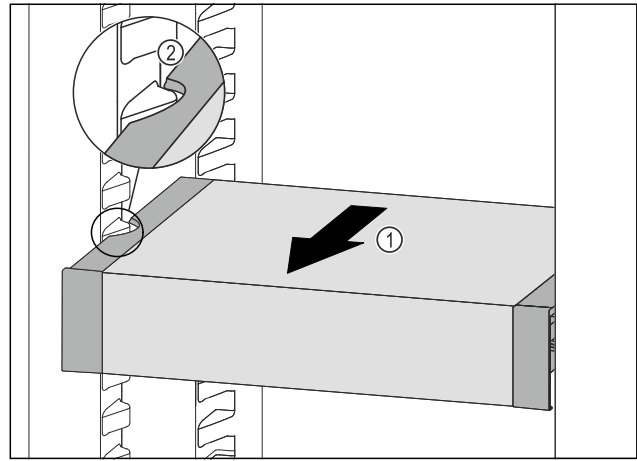

Fig. 157
- ▶ Вытягивайте VarioSafe вперед Fig. 157 (1), пока боковые выемки VarioSafe не окажутся на высоте выступа резервуара в холодильном отделении. Fig. 157 (2)